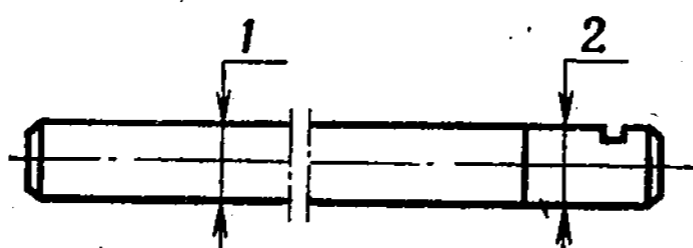

Рис. 102. Ось блока шестерен промежуточного вала
5. Оси блока шестерен промежуточного вала и промежуточной шестерни заднего хода (рис. 102)